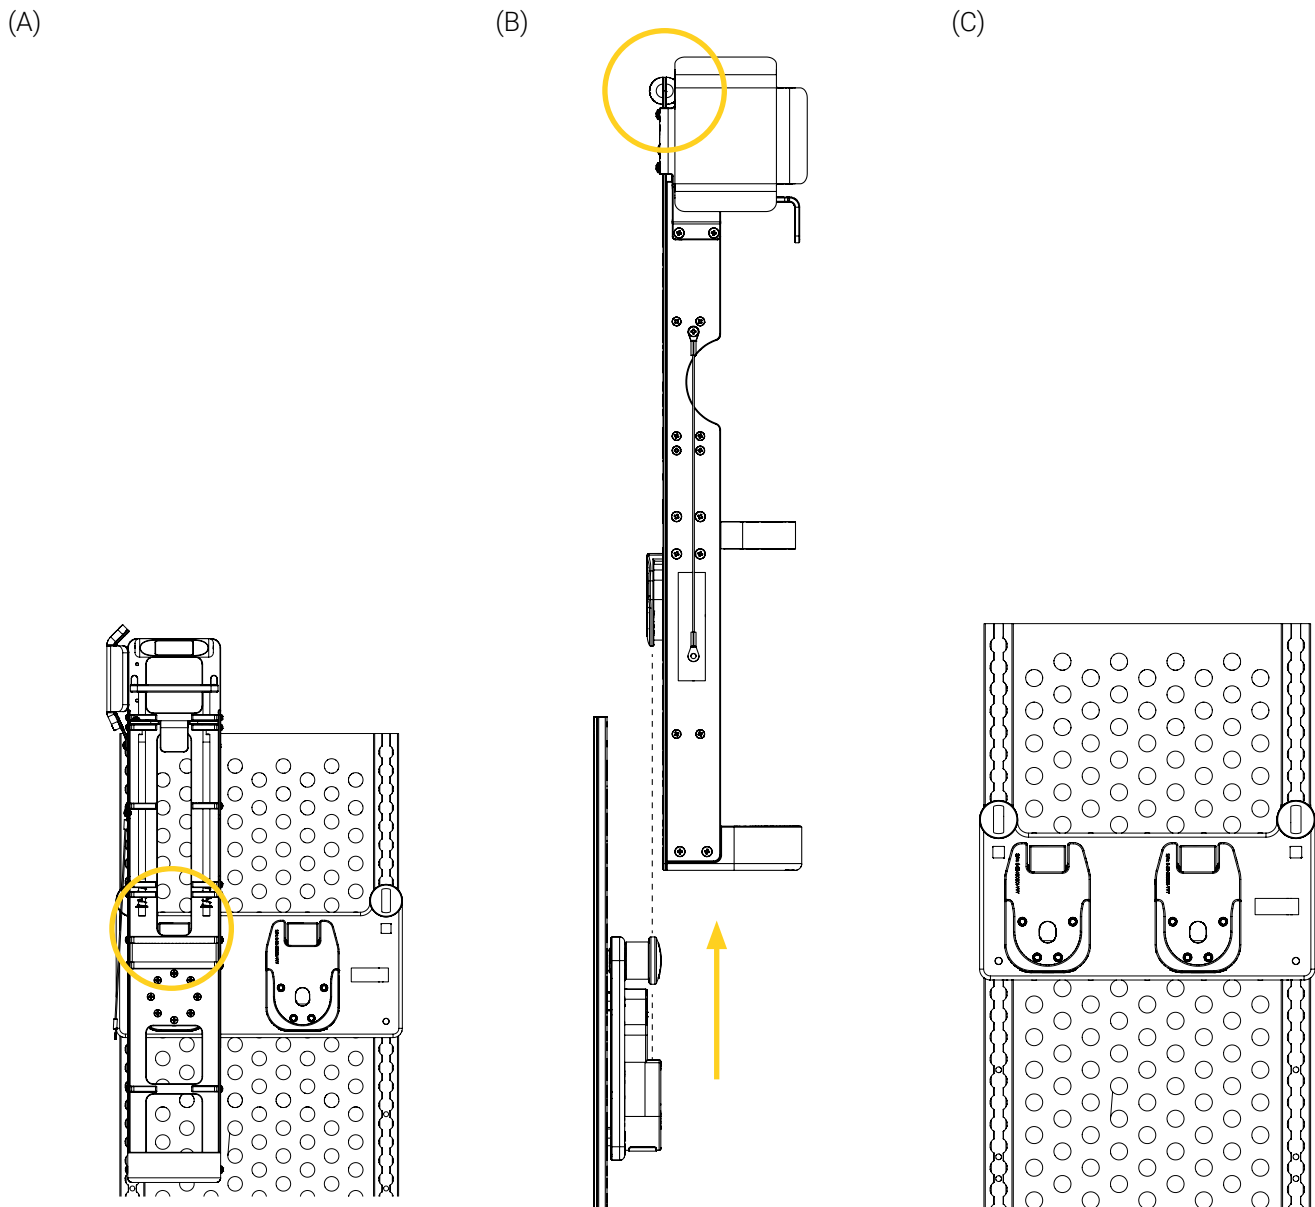

Figure 13: Retrait du support pour cylindre à gaz de la Micro Base
1. Appuyer sur le bouton de déclenchement rapide de la Micro Base et le maintenir enfoncé, puis tirer le support pour cylindre à gaz hors de la Micro Base verticalement à l'aide de la poignée de transport (Figure 13).